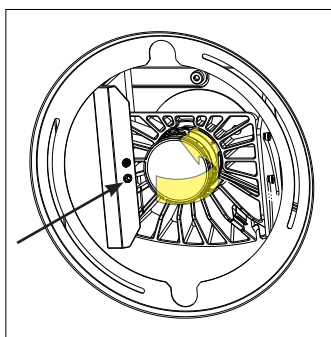

Fig. 19 (girar)
- b. Usando la misma herramienta hexagonal de 4 mm, utilice el punto de control de la rotación para girar la óptica (consulte la Fig. 19).